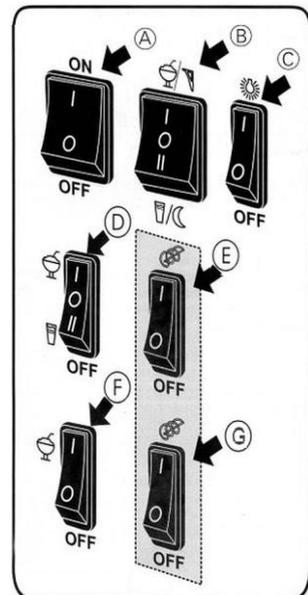

Abb. 4
2. Schalten Sie den Ein-/Aus-Hauptschalter (A, Abb. 4) in die Position „I“.
3. Schalten Sie die Ein-/Ausschalter der Spindel (E) für Behälter 1 und (G) für Behälter 2 in die Position „I“.
4. Schalten Sie die Schalter (B), (D) und (F) in die Position „I“, um den Kälte-/Gefriermodus zu aktivieren.
5. Schalten Sie bei Bedarf den Schalter für LED-Beleuchtung (C) in die Position „I“, um die Behälter zu beleuchten.